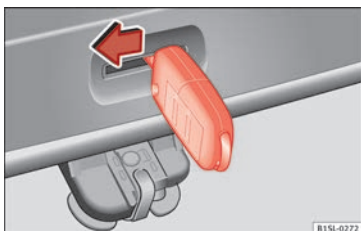

Abb. 7 Vom Gepäckraum aus: Heckklappe notentriegeln.
- Schlüsselbart in die Öffnung in der Heckklappe » **Abb. 7** stecken und Entriegelungs-